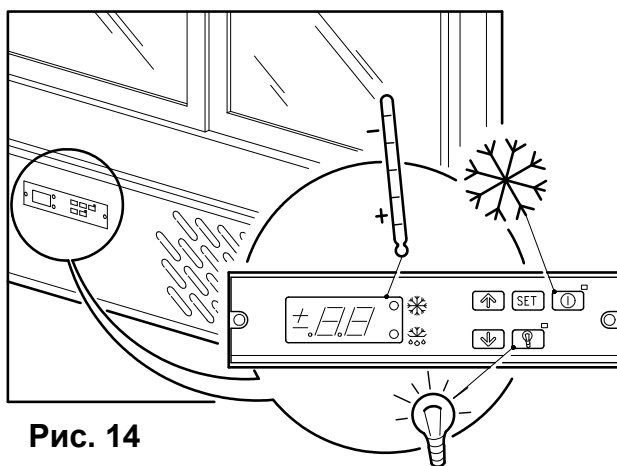

Рис. 14
- Блок электронного управления, смонтированный на задней обшивке (**Рис. 14**), управляет работой витрины и следит за рабочей температурой, лампочки включаются при помощи выключателя, смонтированного с боковой стороны блока электронного управления.